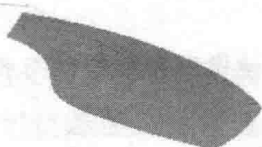
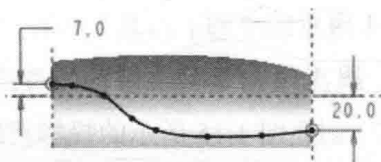

图 1.7 拉伸曲面 2
图 1.8 截面草图
Step6. 创建图 1.7 所示的拉伸曲面 2。
(1) 选择命令。单击 **模型** 功能选项卡 **形状** 区域中的 **拉伸** 按钮，按下操控板中的“曲面类型”按钮  及“移除材料”按钮 。
(2) 选取修剪对象。选取已存在的曲面为要修剪的曲面。
(3) 绘制截面草图。单击 **放置** 按钮，在弹出的界面中单击 **定义...** 按钮；选取 FRONT 基准平面为草绘平面，选取 RIGHT 基准平面为参考平面，方向为 **下**，单击 **草绘** 按钮，绘制图 1.8 所示的截面草图。
(4) 定义切削参数。在操控板中定义拉伸类型为 ，输入深度值 40.0，采用系统默认的修剪方向。
(5) 单击  按钮，完成拉伸曲面 2 的创建。